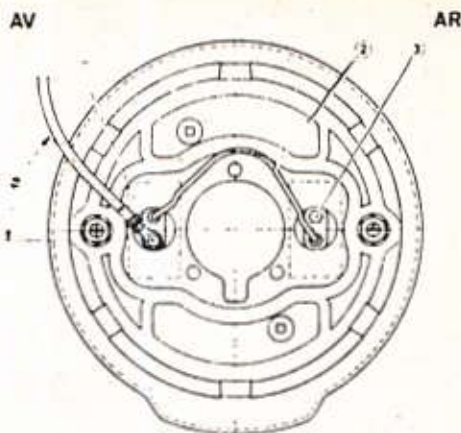

Fig. 97. — Plateau de frein Thermostable AV droit.
Thermostables sont reliés aux cylindres AV par l'intermédiaire d'un raccord orientable (1) (fig. 97).
- raccord de flexible (1) monté en bas du cylindre AV et incliné de 45° environ par rapport à l'horizontale,
- tube de liaison (2) monté comme l'indique la figure 97,
- vis de purge (3) montée en haut du cylindre AR.